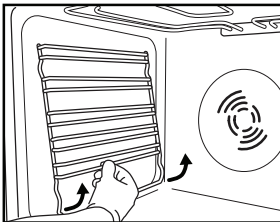

Bild 3
1. Avlägsna tillbehörens guideskenor (Bild 3).